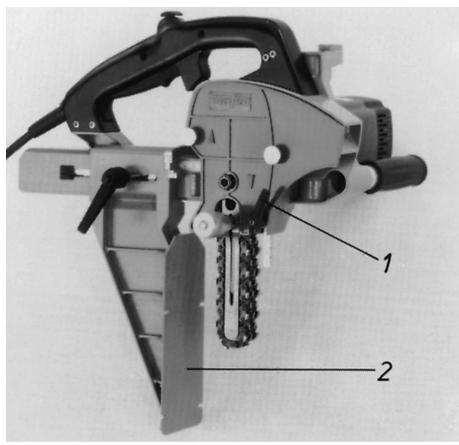

Fig. 1
- Allentare la leva di serraggio 1 (Fig. 1) della mortasatrice a catena LS 103 Ec e far rientrare completamente la battuta di profondità.